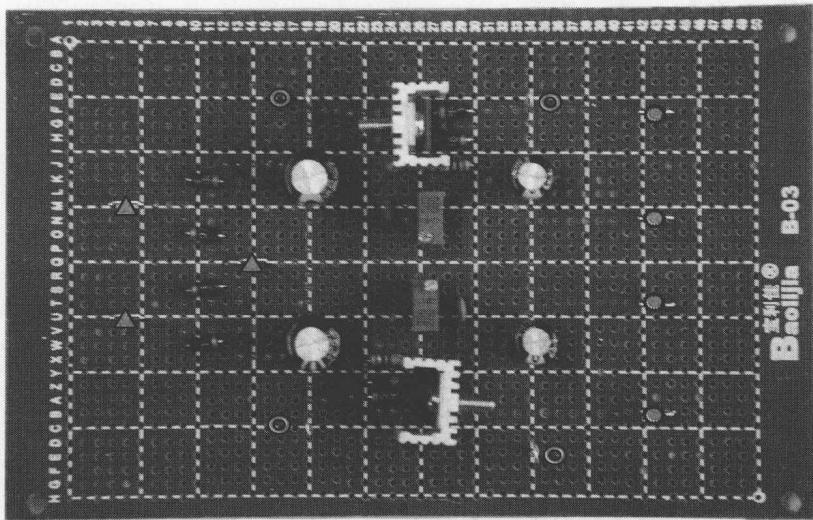

图 1-7 用万用板焊接的引出电源端和测试点的三端可调双电源稳压电路
④ 引出电源线和测试点如图 1-7 所示，“▲”表示电源，“●”表示输出，“○”表示测试点；